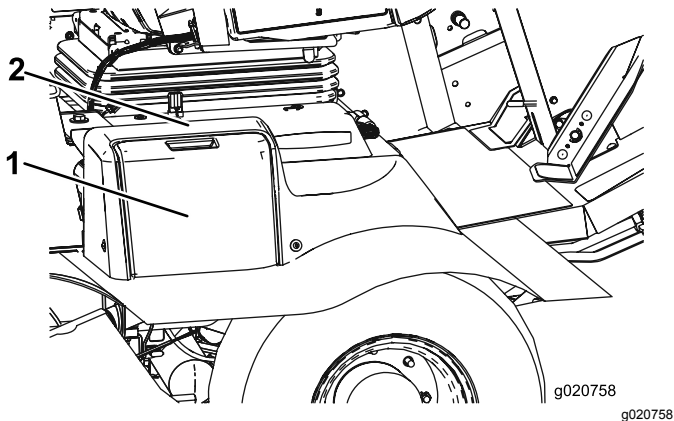

Figura 77
1. Abra a cobertura da bateria no lado do resguardo (Figura 77).
Nota: Pressione a superfície plana por cima da cobertura da bateria para facilitar a remoção da cobertura (Figura 77).